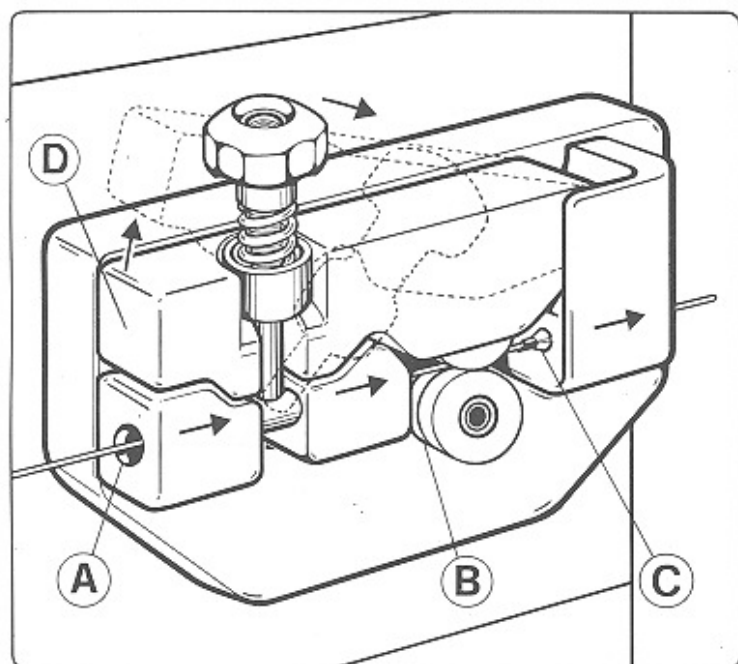

Fig. 2
Introducir el hilo en el grupo reductor (11) y luego en la antorcha de la siguiente manera (Fig. 2):
- Desbloquear el grupo sujeta-alambre (D), introducir el hilo en el agujero (A), pasarlo sobre el carrete (B) e introducirlo en la vaina (C) hasta unos 20 cm. Bloquear de nuevo el detalle (D) cuidado con que el hilo este en el interior del hueco del rodillo que acarrea el hilo.